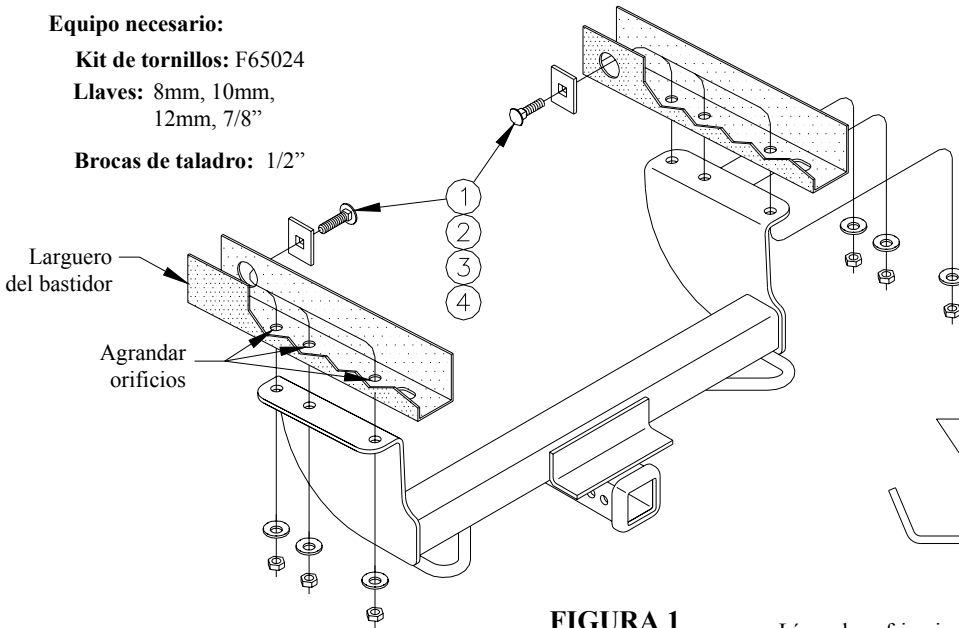

FIGURA 1
①	Cant. (6)	Perno de carruaje, 1/2"-13 x 1-3/4"	④	Cant. (6)	Tuerca hexagonal, 1/2"
②	Cant.(6)	Espaciador, 1" x 2" x 1/4"	⑤	Cant.(2)	Cable de halar, 1/2"
③	Cant. (6)	Arandela cónica, 1/2"
2. Agrande seis (6) orificios existentes en los largueros del bastidor como se muestra en la Figura 1.
4. Levante el receptor a su posición e instale las arandelas cónicas y las tuercas hexagonales. Ver Figura 1.